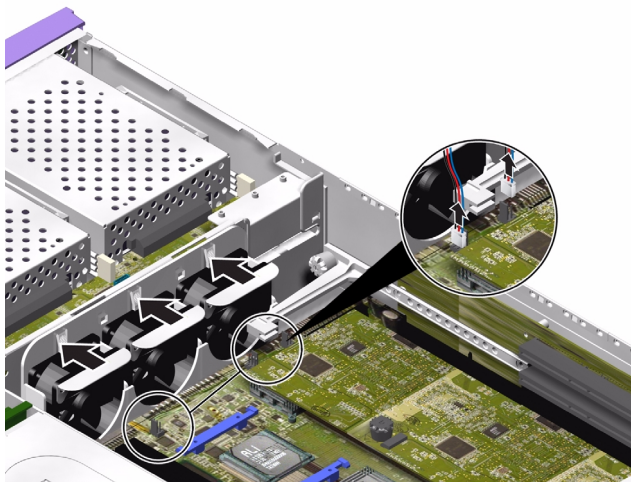

ABBILDUNG 1-17 Abziehen eines Lüfterstromkabels (hier beim Sun Fire V240)
2. Ziehen Sie das Stromkabel des Lüfters von der Systemplatine ab. Informationen dazu finden Sie in ABBILDUNG 1-17.